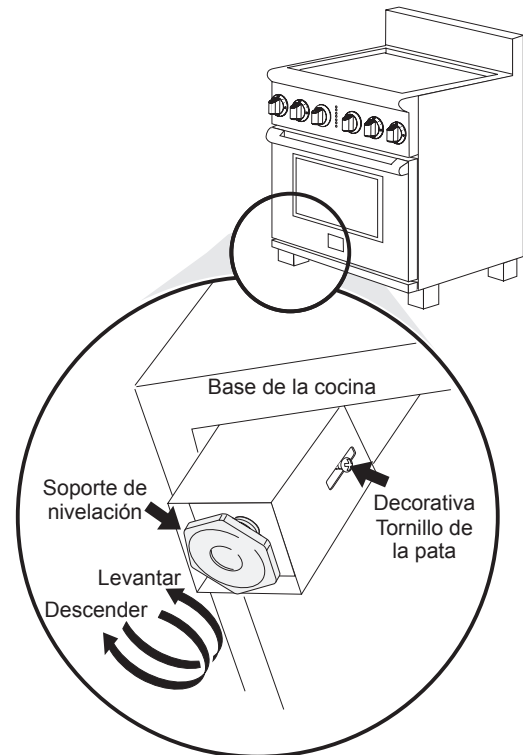

Figura 22: Ajuste de la altura del electrodoméstico
3. Nivele la cocina, si es necesario, ajustando los 4 niveladores de las patas con una llave (Figura 22).